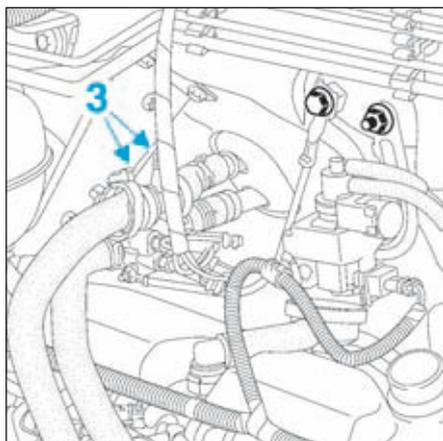

FIG.162
- Déposer les vis (3) du boîtier thermoplongeurs (Fig.162).